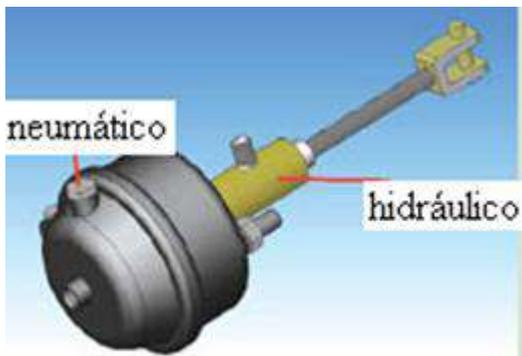

Fig. 53
**17.- CAMARA DE AIRE.-** Convierte la energía del aire comprimido en energía mecánica transmitiéndola a la leva de ajuste (candado) la cual aplica las bandas contra la campana para detener su movimiento. Fig. 53.